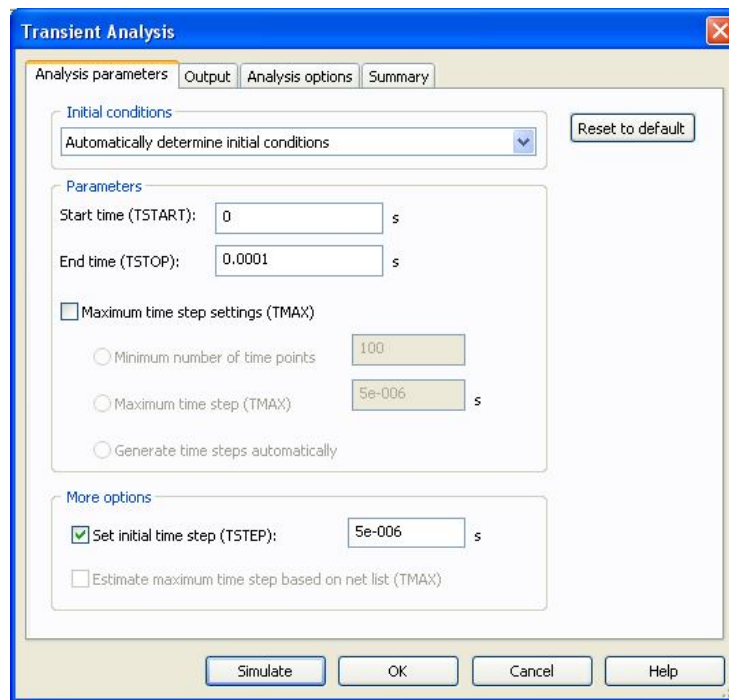

Рис. 5.1.5
4.2. Запустить утилиту **Simulate -> Analysis -> Transient Analysis** так, как показано на рис. 5.1.5.